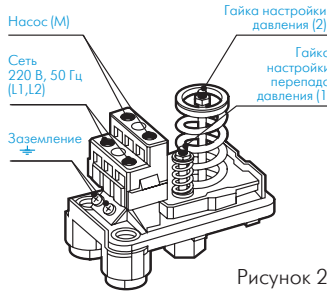

Рисунок 2
Электрическое подключение осуществляется следующим образом (см. рисунок 2): к клеммам, обозначенным «L1, L2», подключаются провода от электрической сети 220В; к клеммам «М» подключаются провода от электронасоса; к клеммам, обозначенным знаком «+», подключается желто-зеленый провод (заземление). Сечение проводов подводящего электрокабеля должно соответствовать мощности электронасоса. Розетка должна быть европейского типа с заземлением.
Регулировка давления РДМ-5 осуществляется гайкой (2), фиксирующей положение пружины (см. рис. 2).